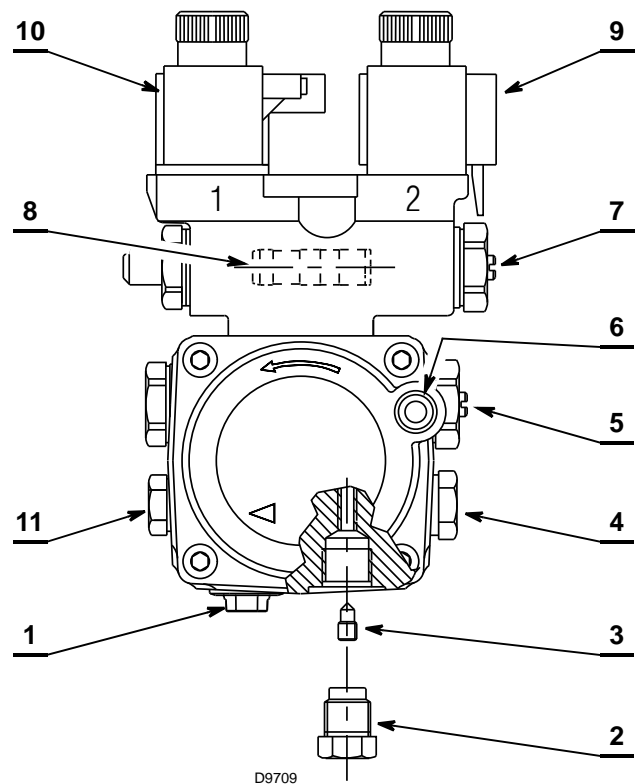

Fig. 11
- La pompa (Fig. 11) è predisposta per funzionamento bitubo. Per il funzionamento monotubo è necessario svitare il dado di ritorno 2), togliere la vite di by-pass 3) e quindi riavvitare il dado 2) (Fig. 11).
Il tappo di chiusura dell'alimentazione olio (Aspirazione 1) (Fig. 11) è di plastica. Una volta rimosso, si raccomanda di eliminarlo e di non riutilizzarlo in nessun caso. Negli impianti monotubo, il tappo fornito sulla linea di ritorno 2) della pompa è di acciaio. **È MOLTO IMPORTANTE che il tappo di acciaio venga utilizzato ESCLUSIVAMENTE a tale scopo.**
Legenda (Fig. 11)
È sufficiente allentare l'attacco del vacuometro 6) (Fig. 11) ed attendere la fuoriuscita del combustibile.